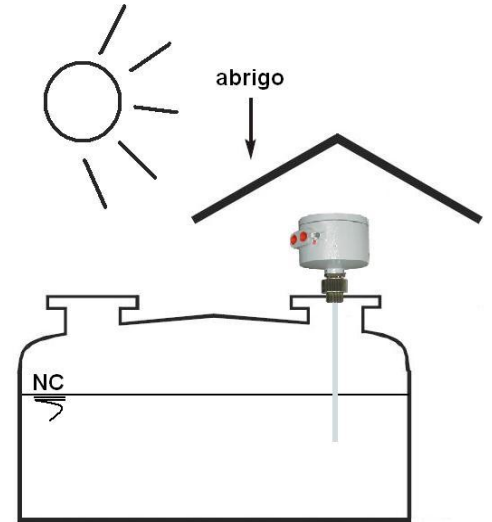

Fig. 6.1 – Cobertura (Sunshade)
- Para locais onde não há abrigo, recomenda-se a colocação de uma cobertura (Fig. 6.1) sobre o invólucro, de modo a evitar a condensação ou um aquecimento excessivo em seu interior, que certamente causará danos à unidade eletrônica. Além disso, a tampa do invólucro e sua conexão elétrica devem estar bem fixadas, de modo a evitar infiltração de água ou umidade.